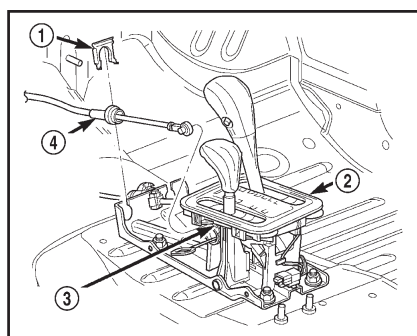

Рис. 7 Трос переключения раздаточной коробки и блок рычагов
- Отсоедините трос от рычага переключения и кронштейна блока рычагов (рис. 7).
- Установите трос переключения раздаточной коробки в кронштейн блока рычагов. Пosaдите трос на кронштейн и поставьте зажим (рис. 7).
- пазонов на оси рычага переключения раздаточной коробки (рис. 7).